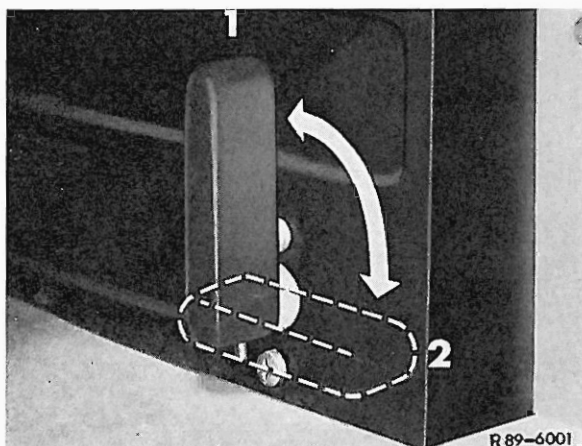

Bild 39
- 2 Fahrerhaus-Verriegelung entriegeln (Bild 39).